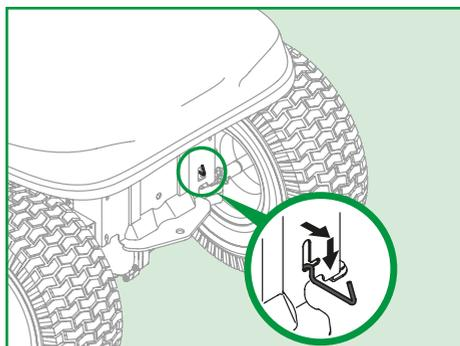

Figura 16
1. Localize a haste do sistema hidrostático que se encontra na parte de trás do trator, conforme Figura 16;